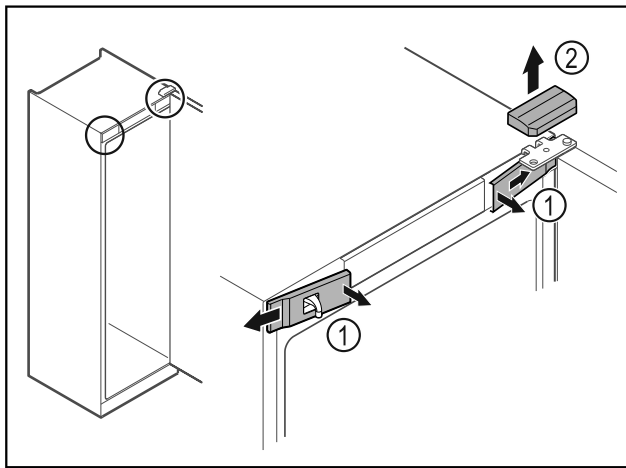

Fig. 10
- ▶ Paina etummaisetsuojukset Fig. 10 (1) sisäpuolelta irti ja ota ne sivukautta pois.
- ▶ Ota ylempi suojus Fig. 10 (2) yläkautta pois.